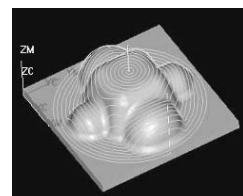

图 1-24 等高层切方式
- 4) 等高线层切法。将零件分成若干层，一层一层逐层往下切，在每层中将零件所有区域加工完后再进行下一层，在每一层均采用螺旋或圆弧进刀，同时采用无尖角刀具轨迹，这样有利于排屑，也避免了切削力发生突变，如图 1-24 所示。特别是对薄壁零件来说更应采用这种刀具轨迹，因为这种刀具轨迹的切削过程中薄壁还能保持较高的刚性。